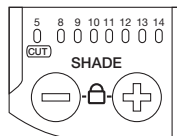

Fig. 11a Filtre à lentille photosensible G5-01
- a. Sept (filtre G5-01) ou huit (filtre G5-01VC) réglages de teintes différentes sont offerts et divisés en deux groupes, CUT 5 (pour la coupe au chalumeau) et de 8 à 13, ou de 8 à 14, respectivement. Pour connaître le réglage de teinte en cours, appuyer et relâcher rapidement sur le bouton SHADE (TEINTE) + ou -. Le numéro de teinte actuel clignotera. Pour changer la teinte, appuyer sur le bouton + ou - plusieurs fois pour déplacer le voyant DEL clignotant vers le haut ou le bas, à la teinte désirée. Le filtre à lentille photosensible passera entre SHADE (TEINTE) 3 et la teinte désirée (Fig. 11a et 11b).